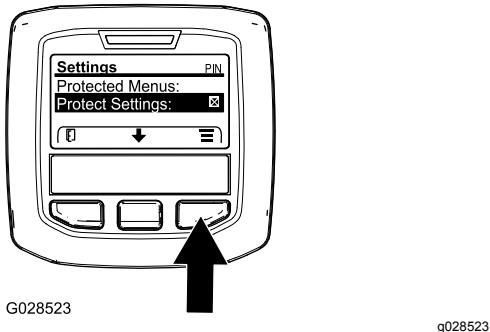

Figura 43
- Aceda ao menu protegido e desbloqueie o submenu de definições protegidas (Figura 43); consulte Aceder aos menus protegidos \(página 26\).